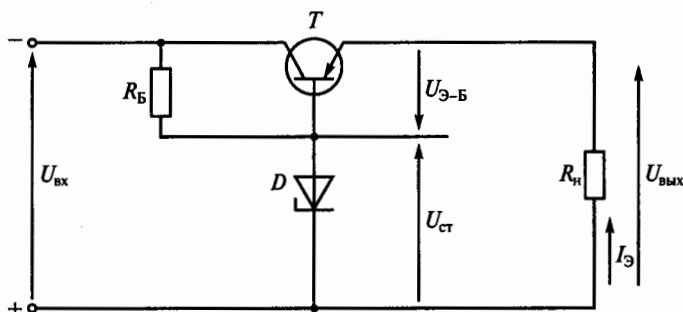

Рис. 201
**8.14.** Как изменится напряжение  $U_{Э-Б}$  в схеме электронного стабилизатора напряжения на рис. 201 при уменьшении сопротивления нагрузки  $R_n$ ?